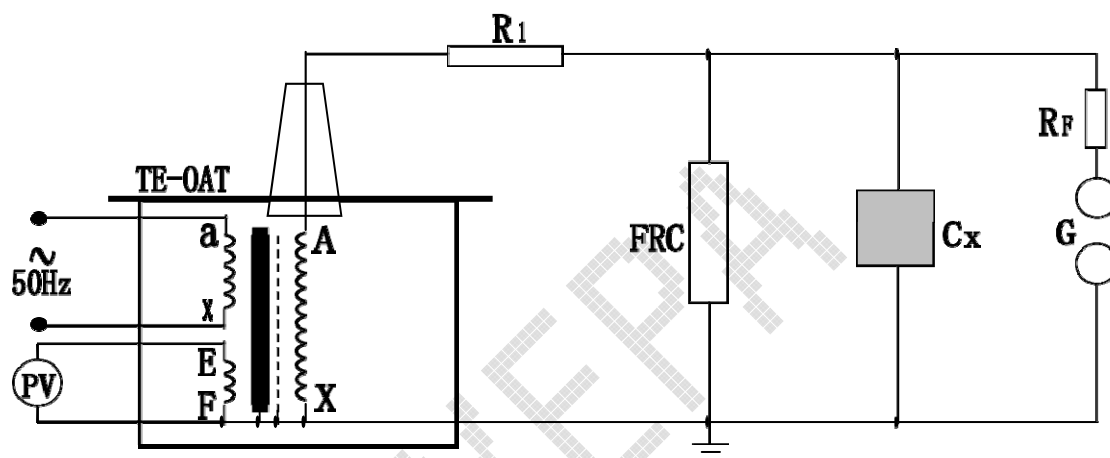

图 6：被试品工频耐压试验接线图
1、 YDJ-AT 试验变压器做被试品的工频耐压试验使用接线原理图见图 6。
电压高于试验变压器的输出电压，也就是所谓容升现象。感应耐压试验时，试验变压器的漏抗必然存在着压降。为了准确测量被试品上所施加的电压，因此常在高压侧接入 FRC 阻容分压器来测量电压(见图 6)。